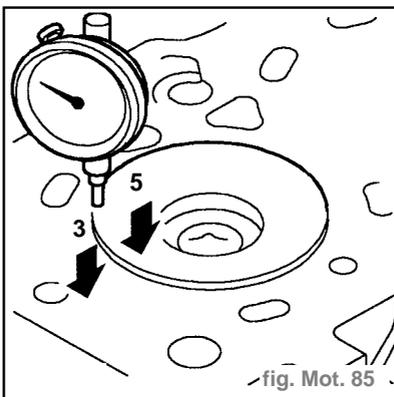

fig. Mot. 85
- Monter un comparateur à cadran à socle magnétique sur le plan du bloc-cylindres et mettre le comparateur à zéro lorsque le palpeur repose sur le plan du bloc-cylindres (3) (fig. Mot. 85).